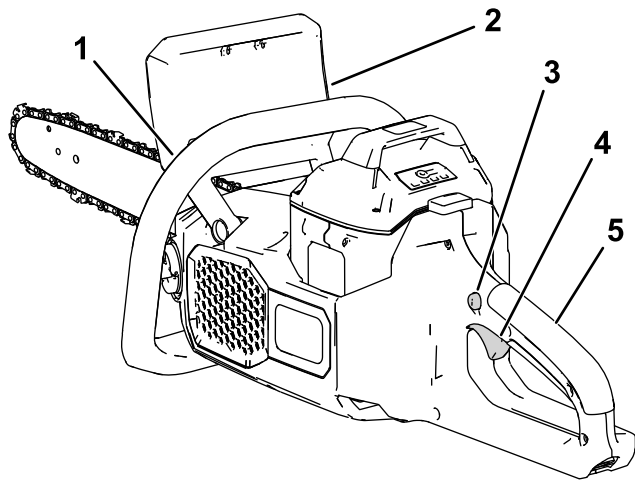

Figure 11
7. Tenez la poignée avant de la main gauche et la poignée arrière de la main droite, appuyez sur le verrou de gâchette et serrez la gâchette (Figure 11).